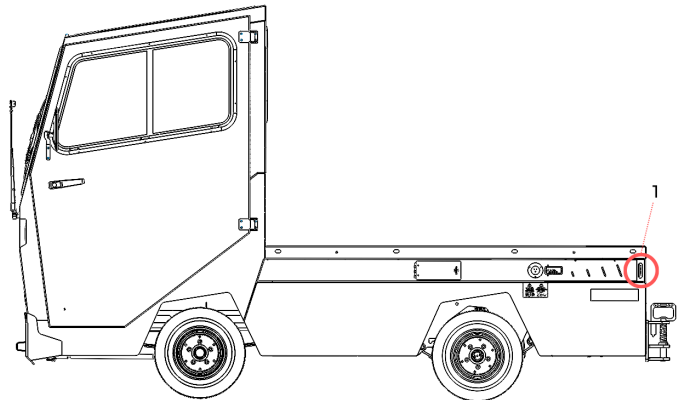

Figure 41. Coins.
- Coins (1) (des deux côtés). Ces coins risquent de se fissurer car ils sont soumis à des contraintes importantes (voir figure 41).